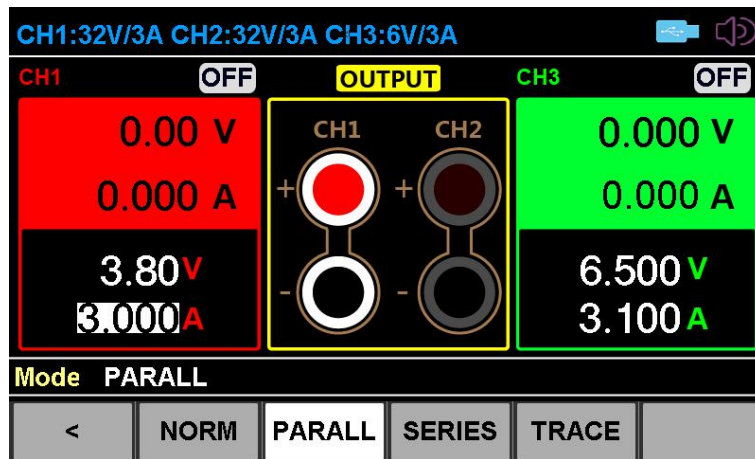

图 3-7 并联模式
(1) CH1、CH2 并联输出模式操作。按下“PARALL”对应的按键，选择并联模式，并联（PARALL）输出模式界面如图 3-7 所示：